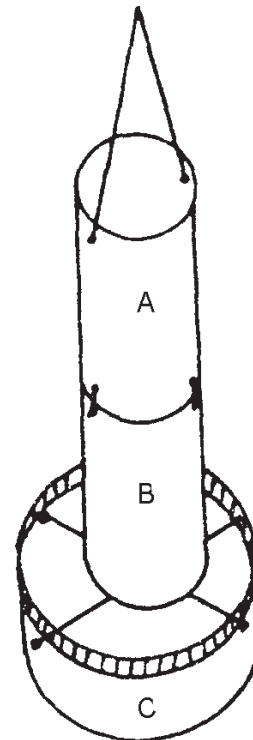

Figura 13
- Por último, dobla hacia dentro de la lata C los extremos de los dos alambres. Con esta operación queda terminado el comedero (figura 13). Si cuentas con los recursos necesarios pinta el comedero para que tenga una mejor presentación y dure más.